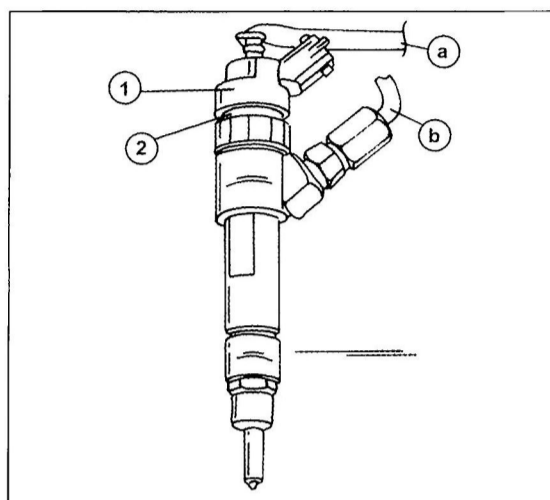

Bild 179
- Zwei Schraubenschlüssel in der in Bild 179 gezeigten Weise am Anschluss ansetzen und die Leitung an der Einspritzdüse abschrauben. In gleicher Weise die Überwurfmutter der Leitung am Anschluss des Common-Rail-Verteilerrohres abschrauben. Offene Anschlüsse an der Düse und am Verteilerrohr in geeigneter Weise gegen Eindringen von Schmutz abdecken. In der Werkstatt werden dazu Kappen auf die Anschlussstellen aufgedrückt.
- Die Muttern (1) der Zylinder 2 und 4 mit 30 Nm anziehen.
- Die Einspritzleitungen der Zylinder 1 und 3 handfest an die Einspritzdüsen und das Verteilerrohr anschrauben und die Muttern (1) der Klemmstücke (3) der beiden Zylinder mit 30 Nm anziehen.
- Die Überwurfmutter an den Einspritzdüsen und am Verteilerrohr mit 25 Nm anziehen. Da in der Werkstatt ein spezieller Schlüssel zum Anziehen benutzt wird, auf welchen man einen Drehmomentschlüssel aufsetzen kann, müssen Sie das Drehmoment schätzen, falls die Überwurfmutter mit einem Gabelschlüssel angezogen werden. Auf jeden Fall das darunterliegende Sechskant gegenhalten, wie man es in Bild 179 sehen kann.